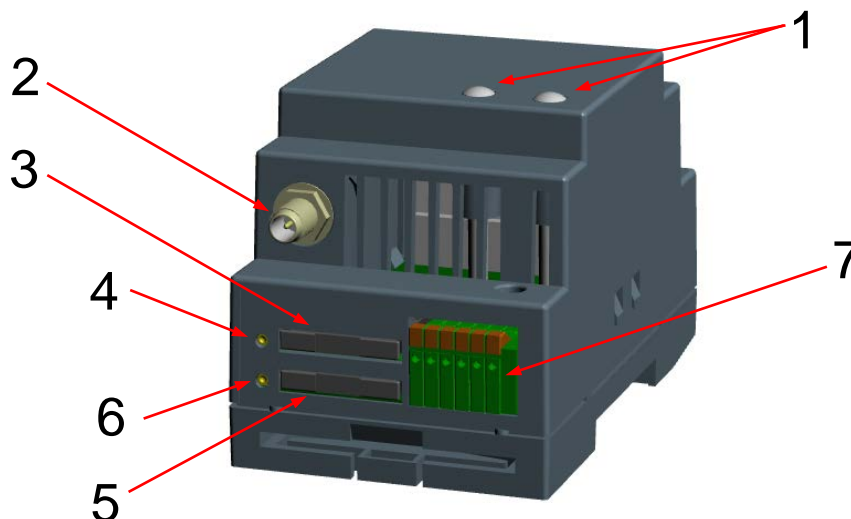
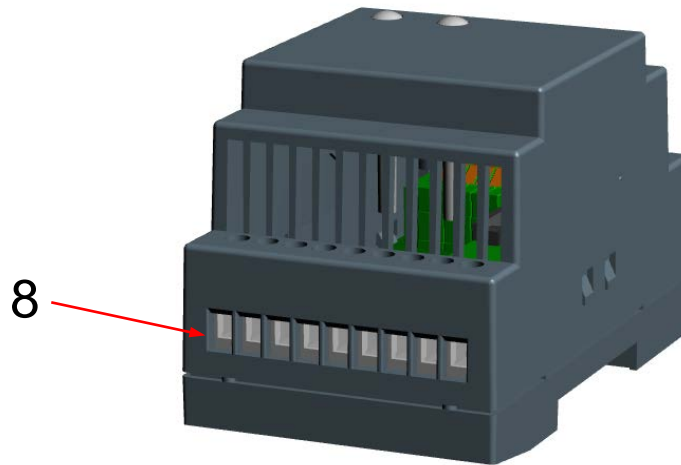

Рис. 2.1 Модем: вид спереди
Рис. 2.2 Модем: вид сзади
Внешний вид модема представлен на рис. 2.1 и рис. 2.2.
На рис. 2.1 цифрами обозначено:
На рис. 2.2 цифрами обозначено:
1. Достать лоток SIM-карты, нажав на соответствующую кнопку (рис. 2.1).